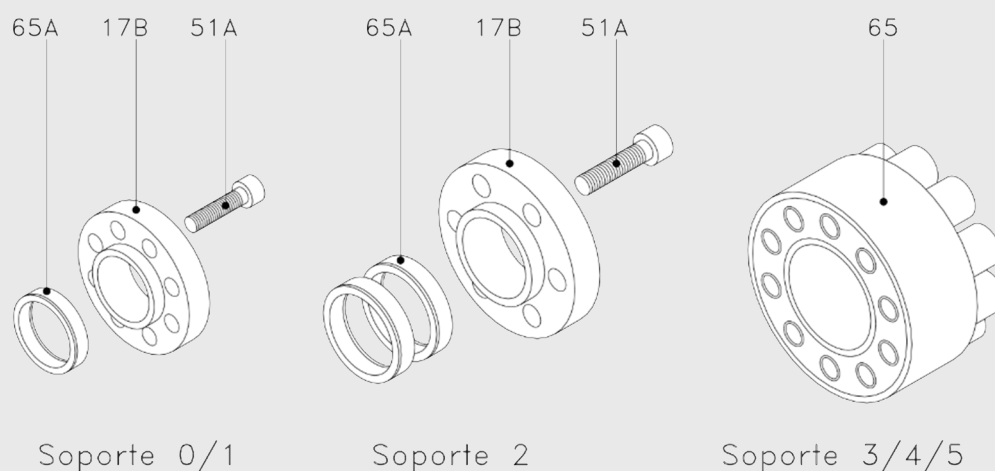

Figura 8.6: mecanismo de sujeción ajustable
- Quite los tornillos (51D / 52), con los cuales se ha fijado la tapa de rodamientos (12) en el soporte (06). Estos están centrados uno con respecto al otro mediante dos pasadores de centrado (56 / 56A).
- Afloje los tornillos tensores del mecanismo de sujeción ajustable para el engranaje conducido (19A), ver figura 8.6. En principio, la unidad tensora es del tipo autosoltador. Ahora es posible girar el eje conductor, mientras que puede detenerse el eje conducido.